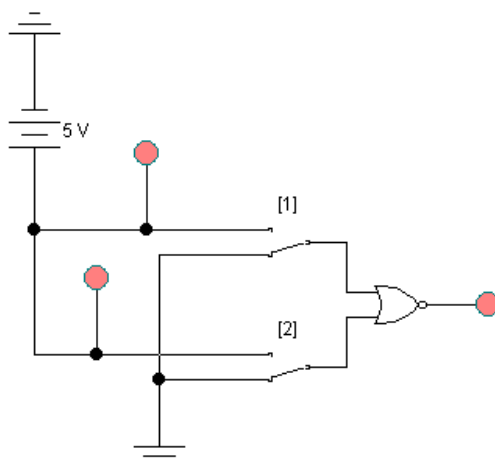

Рис. 41 – Дослідження логічної функції «АБО-НІ»
- а) Зберіть схему, наведену на рис. 41.